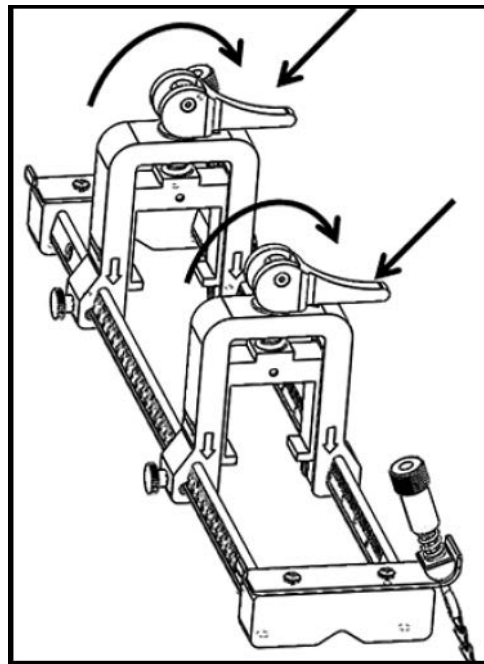

图 19：加压后的凸轮
4. 将两个凸轮转动到加压位置，使夹持器停靠在离管子最远的径向位置（请参见下面的图 19）。